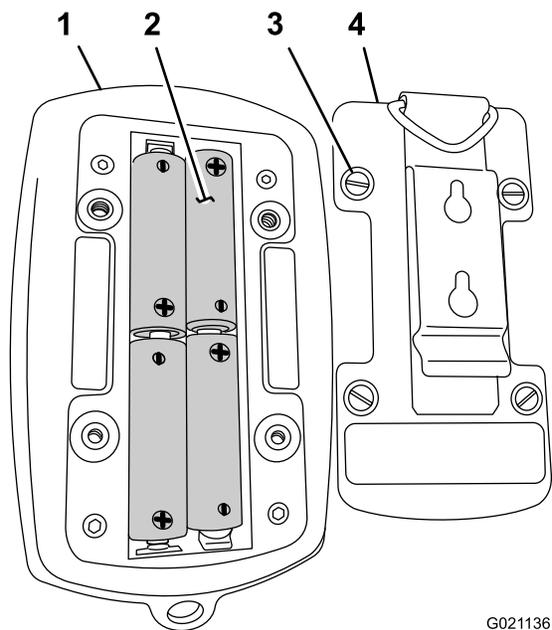

Figura 71
1. Afloje los 4 tornillos que sujetan la tapa de las baterías a la carcasa del transmisor de radiocontrol y retire la tapa (Figura 71).
3. Inserte las baterías de repuesto (Figura 71).
4. Instale la tapa de la batería en el transmisor y sujétela con los 4 tornillos (Figura 71) que aflojó en el paso 1.